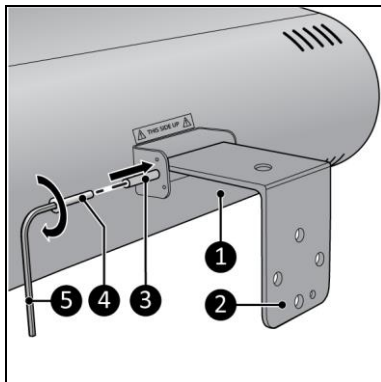

Figure 5
1. Posez la partie principale (figure 5, pos. 1) sur une surface stable avec l'autocollant d'avertissement « THIS SIDE UP » orienté de la façon indiquée sur l'image.
2. Placez le support de suspension (figure 5, pos. 2) entre le support de l'appareil.
4. Vissez et serrez la grande vis (figure 5, pos. 4) et l'écrou (figure 5, pos. 3) avec une clé Allen (figure 5, pos. 5).
6. Appuyez sur la touche MAX de la télécommande (figure 5, pos. 2) pour passer directement au chauffage maximal.